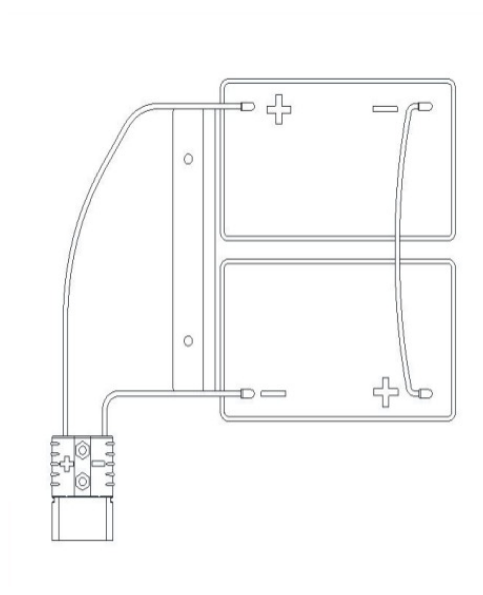

FIG. 3 — Conexión de las baterías
NOTA: La máquina necesita dos baterías de 12 V conectadas en serie o una batería de litio de 24 V. Realice el cableado según la FIG. 3. El alojamiento admite baterías de hasta 590 x 390 x 350 mm.
- 4) Realice el cableado tal como se indica en la FIG. 3 y apriete el tornillo de bloqueo de la batería.